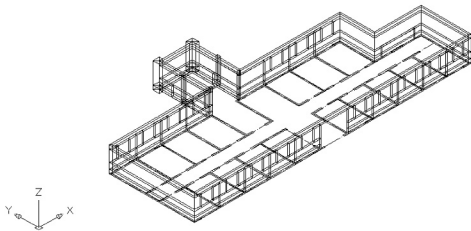
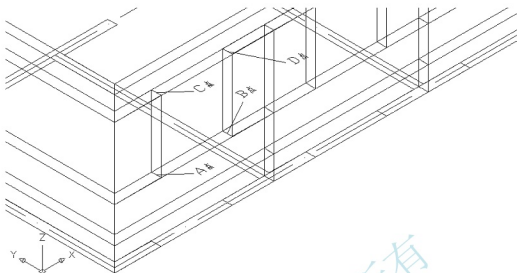

图 6.16 绘制窗上部墙体
图 6.17 调整视图
(1) 用【ELEV】命令绘制窗上部墙体。
① 在命令行输入“ELEV”后按 Enter 键。
② 在指定新的默认标高<0.0000>: 提示下，按 Enter 键，表示当前标高为“0”，即多段线的起点设在 XY 平面上。
③ 在指定新的默认厚度<0.0000>: 提示下，输入“600”，表示当前厚度为 600mm，即窗上部墙体的高度。
(2) 启动【多段线】命令，此时当前线宽仍为“240”。
① 在指定起点: 提示下，捕捉宿舍楼的任一转角点。
② 在指定下一点或 [圆弧(A)/闭合(C)/半宽(H)/长度(L)/放弃(U)/宽度(W)]: 提示下，依次捕捉宿舍楼的其他转角点，最后输入“C”后按 Enter 键结束命令，结果如图 6.16 所示。
将当前层切换为【门窗框】图层,并打开图6.16所示的图形文件,用【窗口缩放】命令将视图调整至图6.17所示的状态。
(1) 在命令行输入“UCS”后按Enter键,执行【UCS】命令设置当前用户坐标系。
① 在指定UCS的原点或[面(F)/命名(N)/对象(OB)/上一个(P)/视图(V)/世界(W)/X/Y/Z/Z轴(ZA)]<世界>:提示下,输入“3”,表示用3点来定义用户坐标系。
② 在指定新原点<0, 0, 0>:提示下,用端点捕捉如图6.17所示的A点作为新用户坐标系的原点。
③ 在在正X轴范围上指定点<202, 281, 150>:提示下,用端点捕捉如图6.17所
④ 在 UCS XY 平面的正 Y 轴范围上指定点 <261, 282, 150. >：提示下，再次用端点捕捉如图 6.17 所示的 C 点，则 A 点和 C 点的连线即为新用户坐标系的 Y 轴，其方向为由 A 点到 C 点。
(1) 启动【多段线】命令 (快捷键 PL)。
(2) 在指定起点: 提示下, 捕捉如图 6.17 所示的 B 点作为多段线的起点。
(3) 在指定下一个点或 [圆弧(A)/半宽(H)/长度(L)/放弃(U)/宽度(W)]: 提示下, 输入“W”后按 Enter 键。
(4) 在指定起点宽度<0.0000>: 提示下, 输入“160”后按 Enter 键。
(5) 在指定端点宽度<160.0000>: 提示下, 按 Enter 键执行尖括号内的默认值“160.0000”。
(6) 在指定下一点或 [圆弧(A)/闭合(C)/半宽(H)/长度(L)/放弃(U)/宽度(W)]: 提示下, 依次捕捉如图 6.17 所示的 A 点、C 点和 D 点。